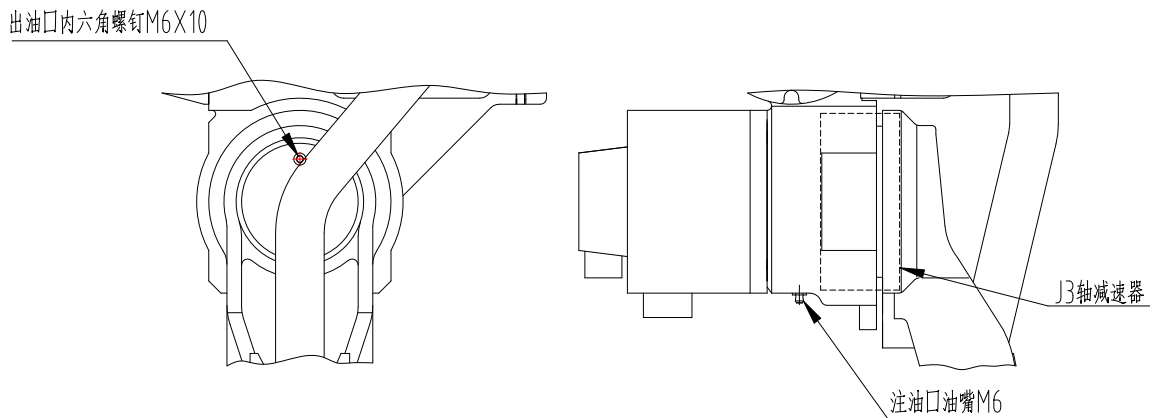

图 15 J3 轴减速机局部结构
(1) 油脂补充步骤（参考 图 15 J3 轴减速机局部结构）
- ④ 安装排油口堵塞前, 运动 J3 轴几分钟, 使多余的油脂从排油口排出;
- ⑤ 用布擦净从排油口排出的多余的油脂, 在排油口安装堵塞。堵塞的螺纹处要缠生胶带并用扳手拧紧。
(2) 油脂更换步骤 (参考 图 15 J3 轴减速机局部结构)